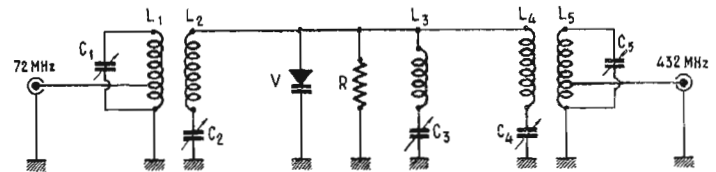

Fig. 9. — Tripleur 72-216 MHz
1. TRIPLEUR 72-216 MHz (fig. 9)